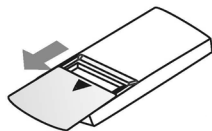

Fig. 1
- Ouvrez le compartiment à piles en faisant glisser le couvercle vers l'extérieur (respectez le sens de la flèche sur la fig.1).